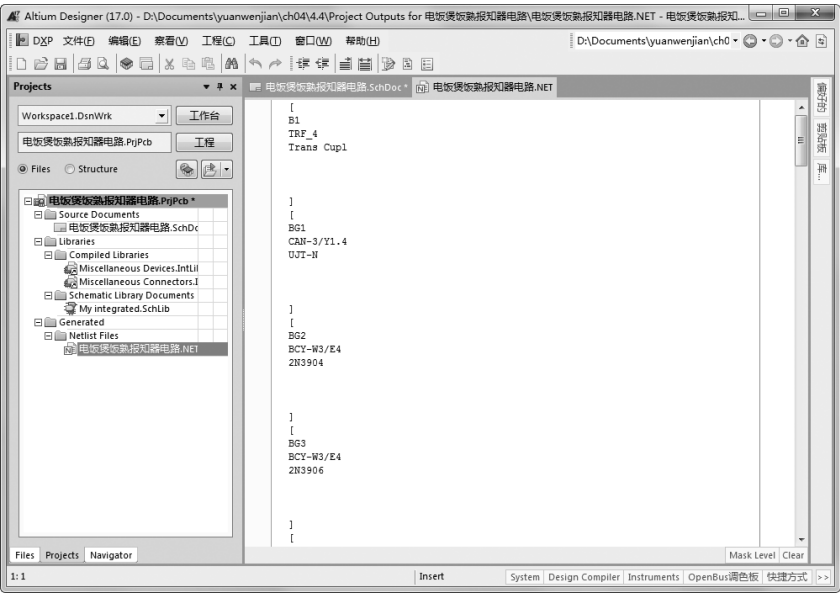

图 4-54 打开项目的网络表文件
(1) 选择菜单栏中的“设计”→“工程的网络表”→“Protel (生成项目网络表)”命令，系统自动生成当前项目的网络表文件“电饭煲饭熟报知器电路.NET”，并存放在当前项目的“Generated\ Netlist Files”文件夹中。双击打开该项目网络表文件，结果如图 4-54 所示。该网络表是一个简单的 ASCII 码文本文件，由多行文本组成，内容分成了两大部分，一部分是元件信息，另一部分是网络信息。
(2) 选择菜单栏中的“设计”→“文件的网络表”→“Protel” (生成原理图网络表) 命令，系统会自动生成当前原理图同名的网络表文件，并存放在当前项目下的“Generated